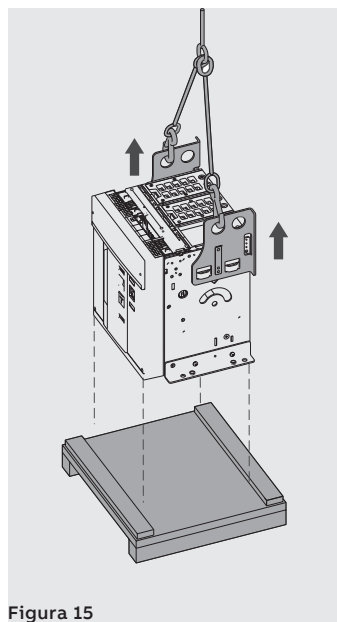
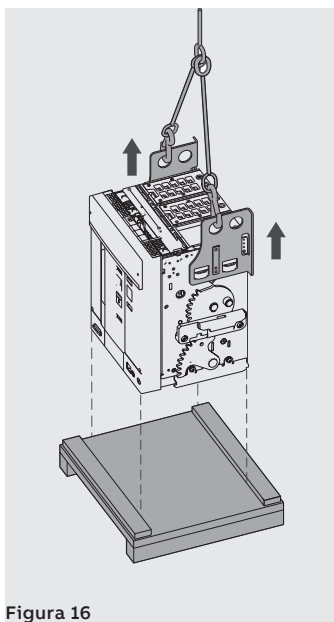

Figura 15
Figura 16
1. Levantar el interruptor desde la base del embalaje ayudándose con las placas de elevación, que se compran por separado. Véase Figura 15 y Figura 16.